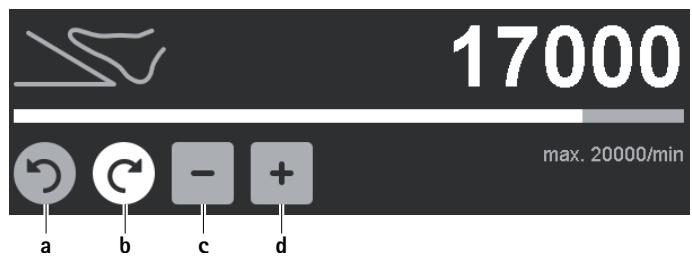

Fig. 6 Modification de la limite supérieure de la plage de vitesse de rotation/du sens de rotation
- ▶ Modification du sens de rotation: actionner le bouton de sens de rotation inactif gris rotation à gauche/rotation à droite **a/b**, voir Fig. 6. Le sens de rotation passe de la rotation à gauche à la rotation à droite et vice-versa.